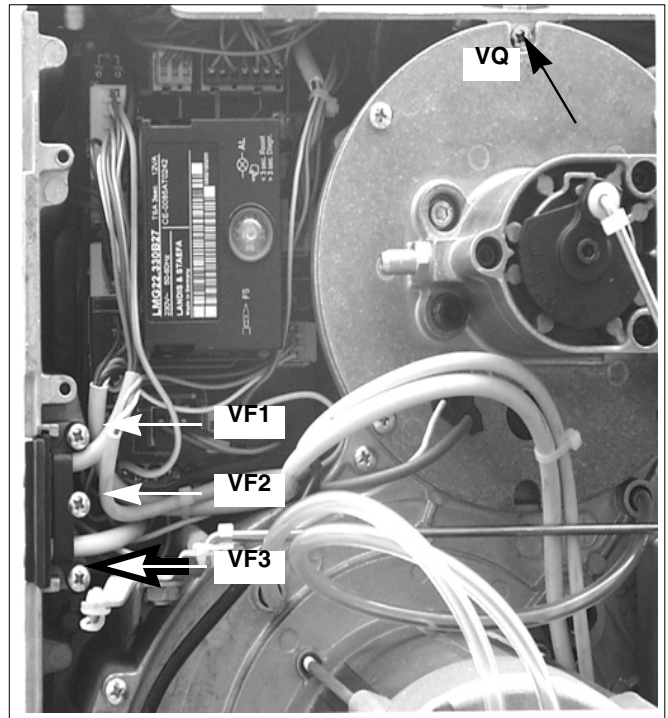

Fig. 26
- 1 Quite el tornillo VQ que bloquea el cuadro al soporte del cabezal de combustión del quemador (Fig. 26).
- 2 Quite los tornillos VF1 y VF3 de la junta del sujetador de cable; los cables quedarán en su lugar porque están fijados por el sujetador fijado por el tornillo VF2 (Fig. 26).